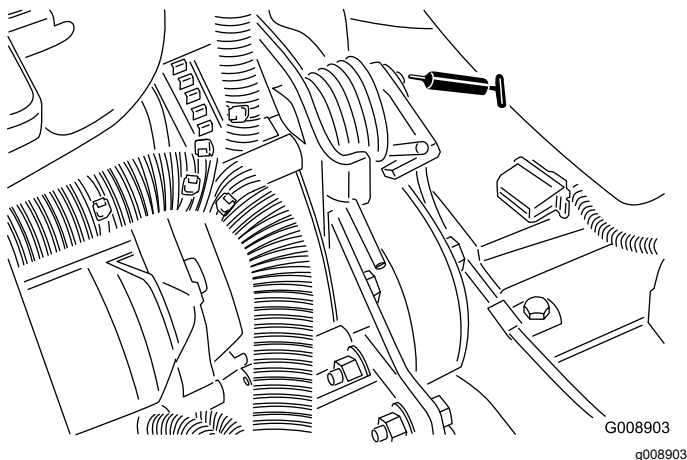

Figura 47
- Pivote tensor de la correa (Figura 47)